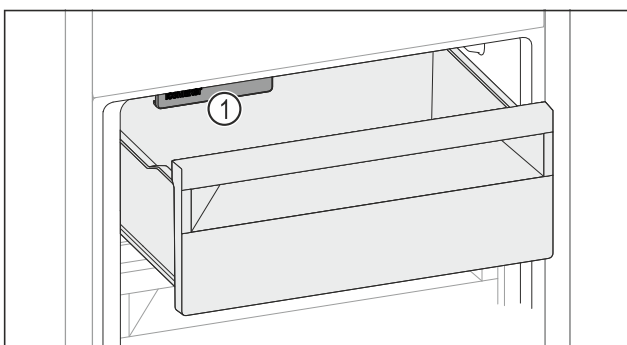

Fig. 49
- ▶ Levensmiddelen in de lade leggen. Wanneer u levensmiddelen in de linker lade plaatst: Rekening houden met IceMaker Fig. 49 (1).